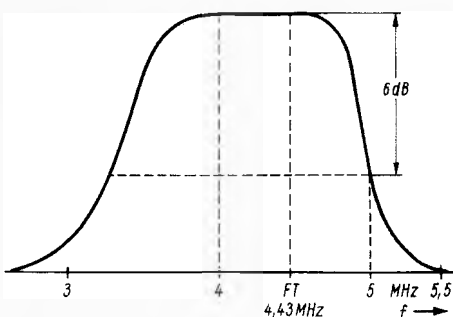

Bild 115. Gesamtdurchlaßkurve Bild-Zf-Verstärker - Farbartenverstärker
6. Amplitude des Zusatzträgers so einstellen, daß sich die Gesamtdurchlaßkurve ergibt (Bild 115).